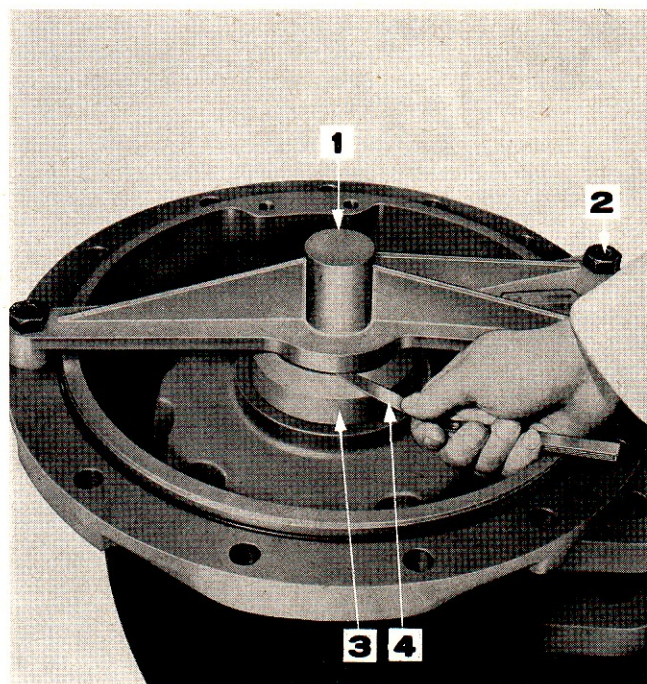

Figure 49: Contrôle de la précharge du roulement de différentiel avec l'outil no SW 7 - Ford 4000
- e. Aligner les pieds de la barre transversale avec trois trous de la bride de la trompette, puis, au moyen de boulons courts, de l'outil No SW 7/e et d'écrous, boulonner la barre transversale sur la bride de la trompette (Figure 49).
- f. Mesurer avec une jauge le jeu entre la barre transversale et la bague étalon (Figure 49).